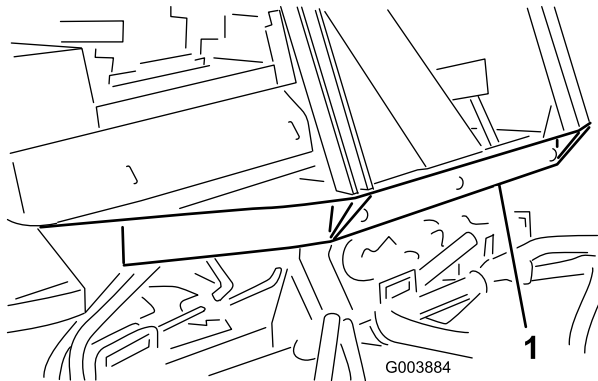

Figura 36
4. Conecte una cadena, una correa o un cable apropiado al centro del travesaño delantero del bastidor (Figura 36).